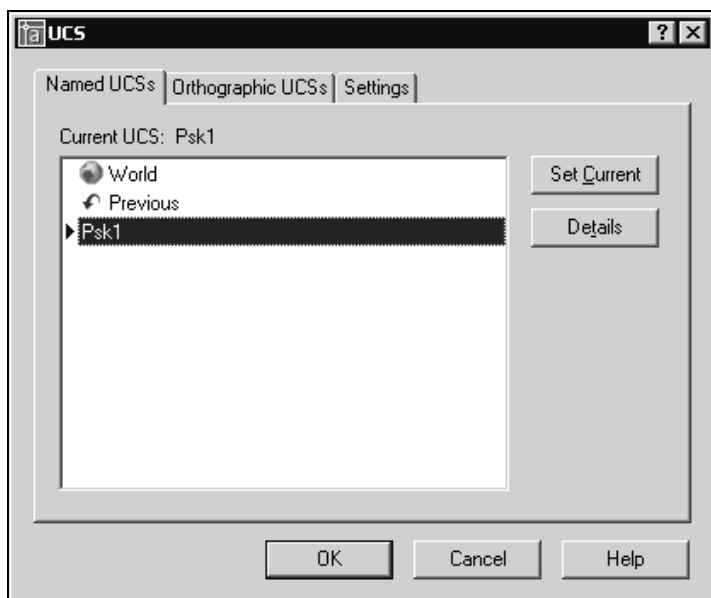

Рис. 14.1. Диалоговое окно управления пользовательскими системами координат
2. На вкладке **Named UCS** (Именованные ПСК) диалогового окна **UCS** (ПСК) (рис. 14.1) выберите элемент списка **Unnamed** (Без имени) и введите имя пользовательской системы координат. Ввод имени завершите нажатием клавиши <Enter>.